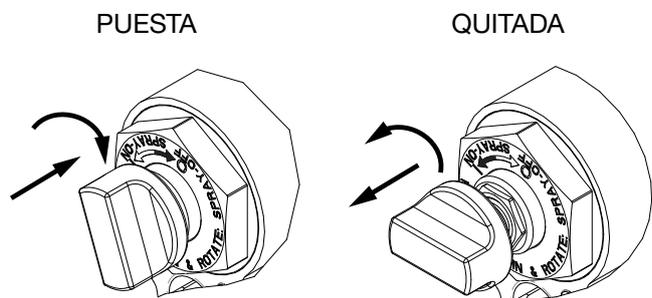

Fig. 6 Cierre de seguridad del pistón
- Ponga el cierre de seguridad del pistón. Consulte la FIG. 6.
Presione la perilla y gírela en el sentido de las agujas del reloj. Si está puesta, la pistola no funcionará. Consulte la FIG. 6.
Presione la perilla hacia dentro y gírela en sentido contrario a las agujas del reloj hasta que salte. Habrá una separación entre el botón y el cuerpo de la pistola. Consulte la FIG. 6.
1. Ponga el cierre de seguridad del pistón. Consulte la FIG. 6.
1. Ponga el cierre de seguridad del pistón (G). Consulte la FIG. 6.